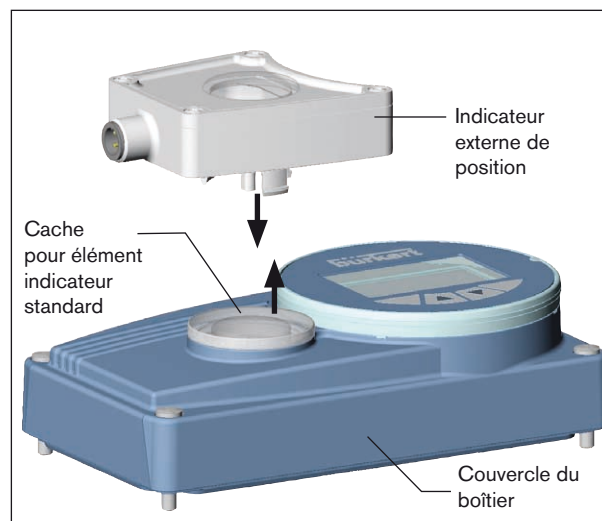

Fig. 2: Mettre l'indicateur externe de position en place
- Faire sortir le cache de l'indicateur de position standard du couvercle de boîtier en appuyant (voir Fig. 2:).
- Poser l'indicateur externe de position dans l'évidement rond du couvercle de boîtier et appuyer sur l'indicateur jusqu'à ce qu'il s'enclenche (voir Fig. 2:) .